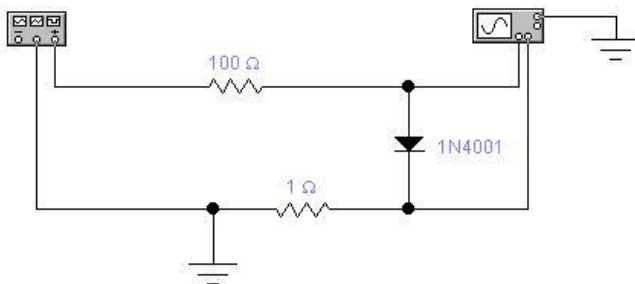

Рис. 2
Исследование ВАХ диода проведем с помощью схемы, представленной на рис. 2.
1. Создайте новый файл. Последовательно вытащите пиктограммы двух резисторов, диода и заземления (из окна активных элементов), разверните диод, так как показано на рис. 2.
панели библиотек компонентов и контрольно-измерительных приборов. Из появившегося окна приборного отсека последовательно вытащите функциональный генератор (вторая иконка слева), осциллограф и разместите их согласно рис. 2.
3. Соедините все элементы кроме осциллографа согласно рис. 2.
и поместите их в местах подсоединения проводников (см. рис. 2).
6. Последовательно двойным щелчком кнопки мыши откройте диалоговые окна для задания параметров элементов и установите параметры резисторов и диода согласно схеме рис. 2.